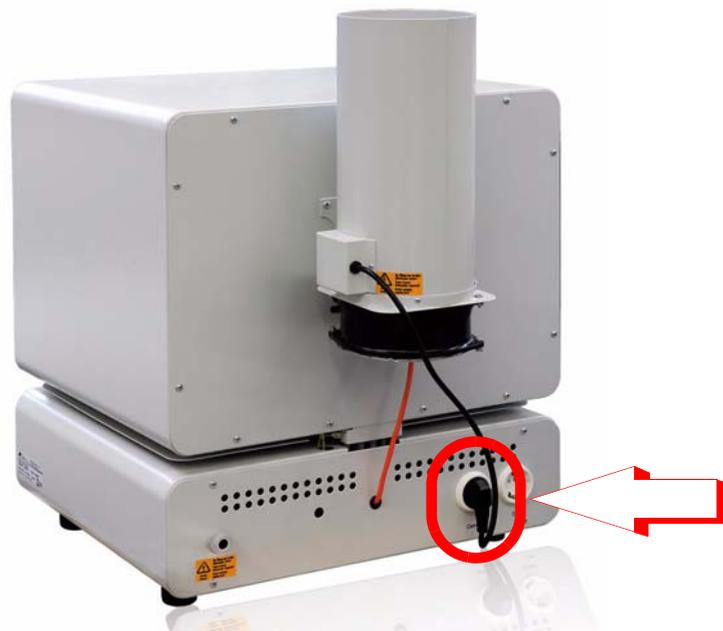

Fig. 3: Suministro de corriente del catalizador KN2 en el horno de laboratorio
4. Enchufe el Catalizador KN2 a la toma de corriente del horno de laboratorio  (véase fig. 3: "Suministro de corriente del Catalizador KN2 en el horno de laboratorio" en la página 9).